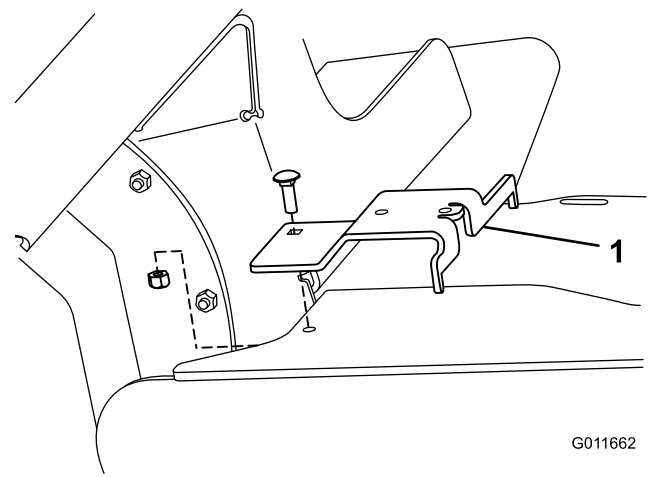

Figura 13
1. Con un perno de cuello cuadrado (5/16" x 1") y una contratuerca (5/16"), instale el soporte del colector en el bastidor de la zanjadora, en el taladro que abrió al retirar la abrazadera (Figura 13).